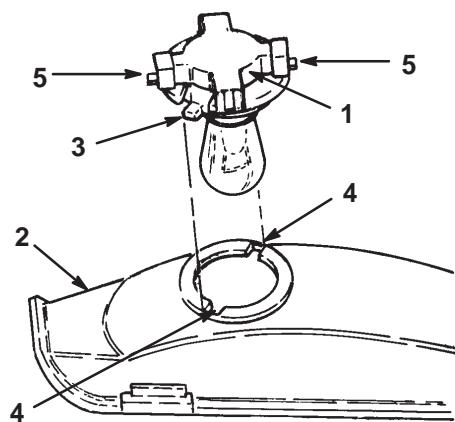

Abbildung 34
3. Die Birnenfassung um 1/4 Umdrehung im Gegenuhrzeigersinn drehen und aus dem Reflektor nehmen (Abb. 34).
2. Die Birnenfassung hat zwei Zungen (Abb. 34). Die Zungen auf die Schlitzte im Reflektor ausrichten, die Birnenfassung in den Reflektor einsetzen und im Uhrzeigersinn 1/4 Umdrehung bis zum Anschlag drehen.